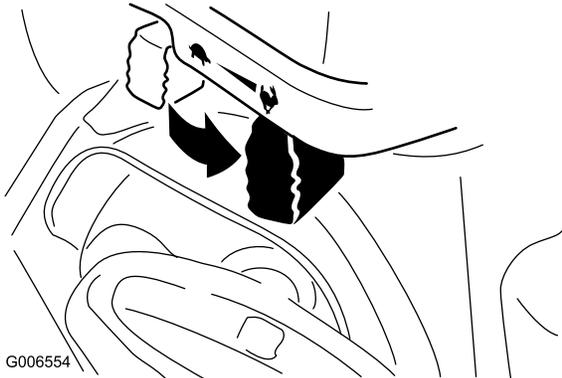

Figure 24
- Placez la commande d'accélérateur en position haut régime (Figure 24).